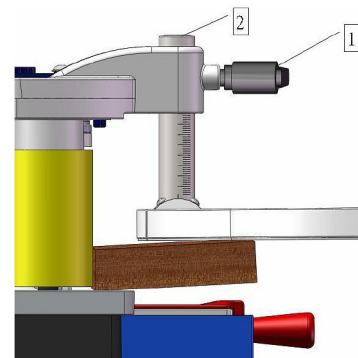

Abb. 11: Winkel der Führungsplatte einstellen
Schritt 1: Den Klemmhebel (1) öffnen und die Innensechskantschraube (2, Abb. 11) lösen.